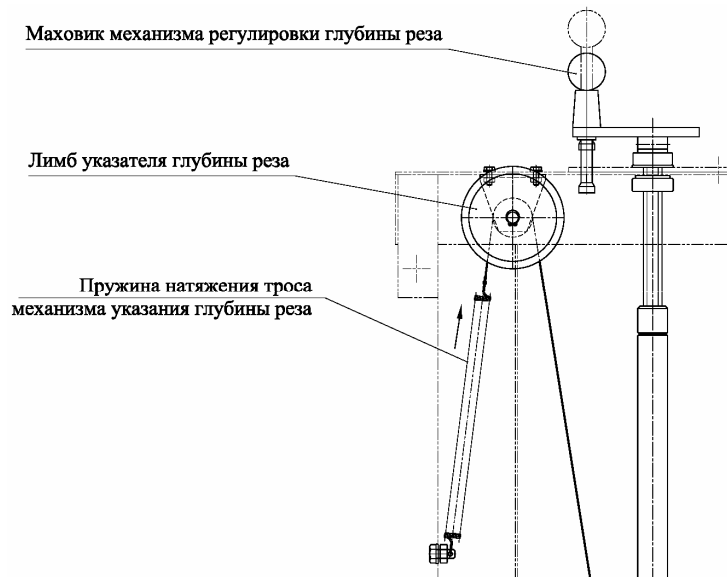

Рис. 8 Регулировка лимба указателя глубины реза.
- Проверьте положение лимба указателя глубины реза (см. рис. 8), для чего при помощи механизма регулировки глубины реза доведите отрезной круг до касания с поверхностью обрабатываемого материала. Если при данном положении отрезного диска шкала лимба не находится в положении «0», необходимо произвести регулировку.
Порядок регулировки (см. рис. 8):